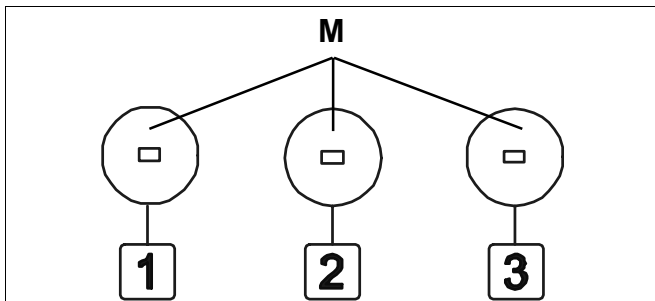

Рис. 53 Пластмассовые крышки "М"
- Снять показание давления на форсунках и по диаграммам на рисунке 51 проверить, соответствие мощности водонагревателя отопительной нагрузке. Если такого соответствия нет, то нужно поворачивать потенциометр 1 "максимальная мощность системы отопления" (рис. 53, стр. 55) на монтажной полке до достижения нужного значения (по часовой стрелке для повышения, против часовой стрелке - для понижения давления на форсунках).
Для того, чтобы открыть доступ к потенциометрам 1, 2 и 3 и произвести эти настройки, нужно отверткой снять пластмассовые крышки (рис. 53, поз. М).